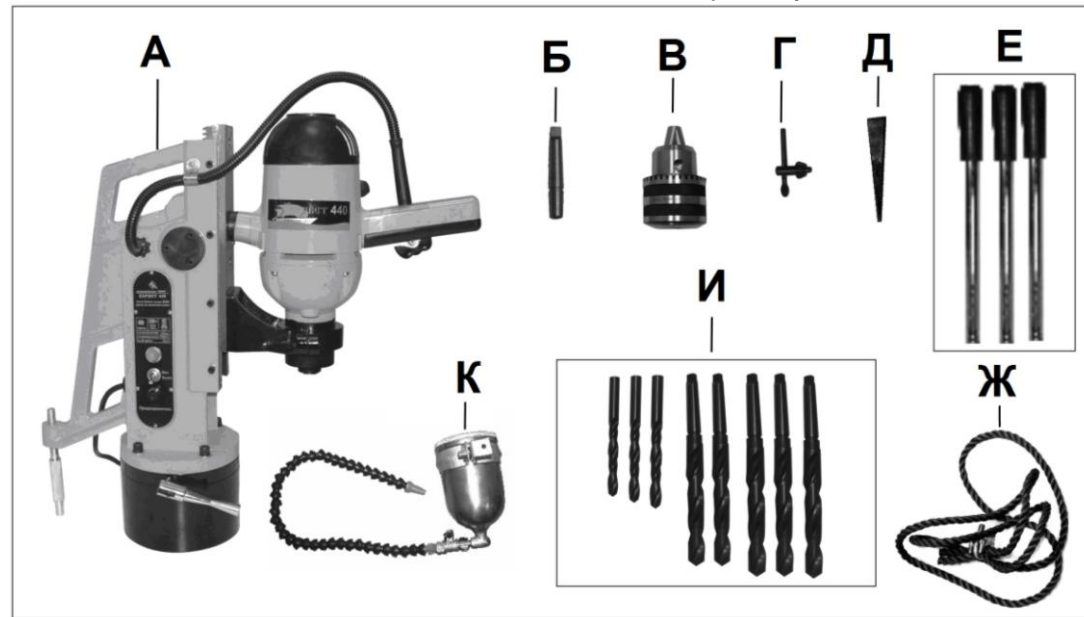

Рис. 1
**3. КОМПЛЕКТНОСТЬ СТАНКА (Рис. 1)**